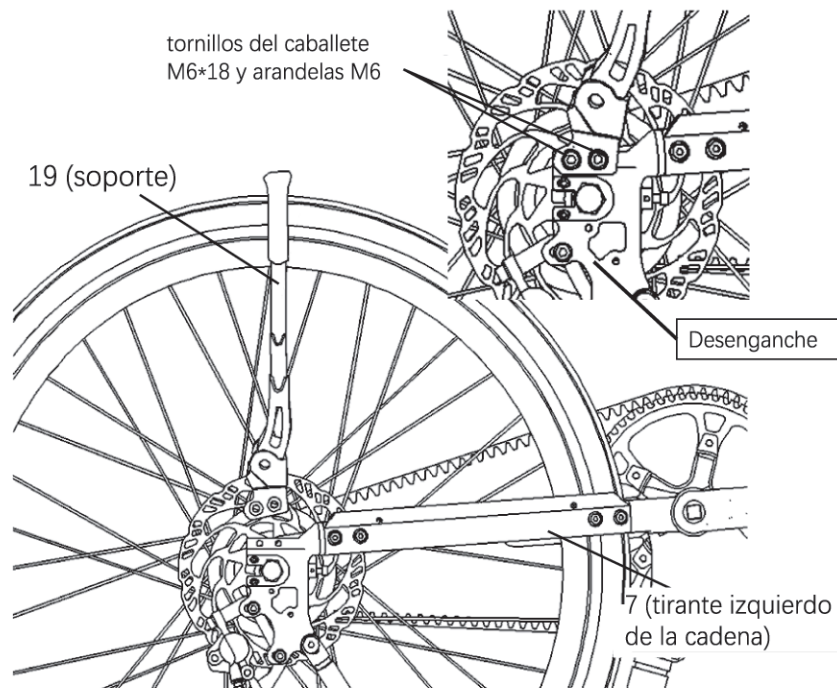

Figura 43: Fije el soporte en la pieza 7.
- Utilizar una llave Allen de 5 mm para fijar la pieza 19 en la boquilla de la pieza 7, como se muestra en la Figura 43.